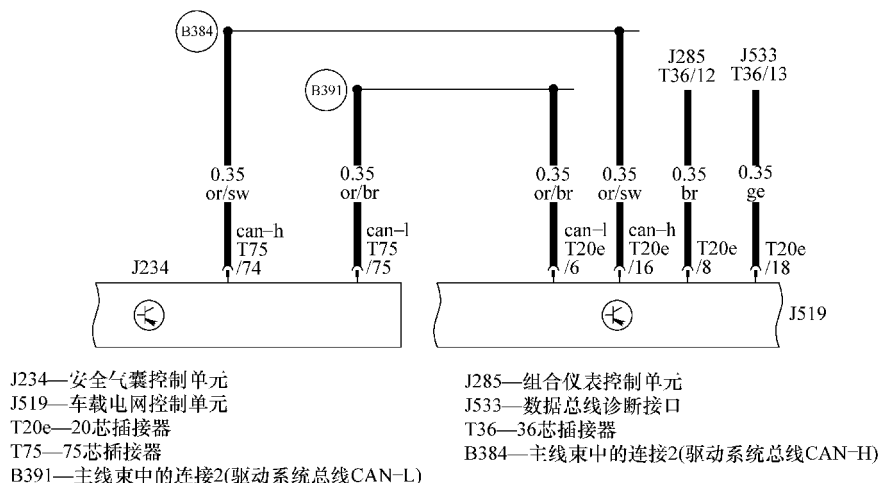

图 11-1 迈腾安全气囊图注
(1) 认真读懂图注 图注说明了该汽车所有电气设备的名称及其数码代号，如图 11-1 所示。